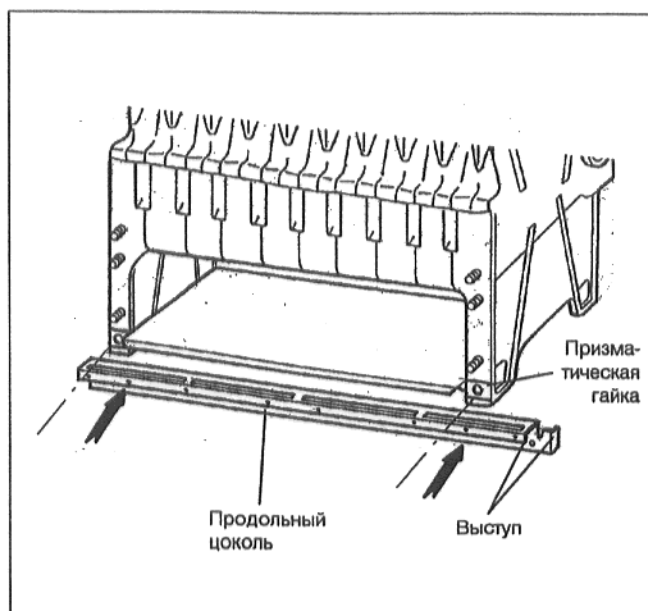

Рис. 21
- Вставить призматические гайки в опоры передних и задних концевых секций. Привинтить, не затягивая, продольный цоколь \* к передним и задним концевым секциям посредством винтов с шестигранной головкой (рис. 21). Выступ\* продольного цоколя расположен на передней стороне (подключение подачи воды).
- Навесить инспекционную крышку поверх щита горелки в литую кромку и привинтить к шпилькам (слева и справа, рис.21).